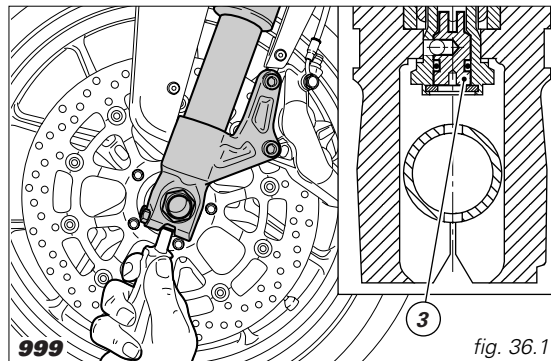
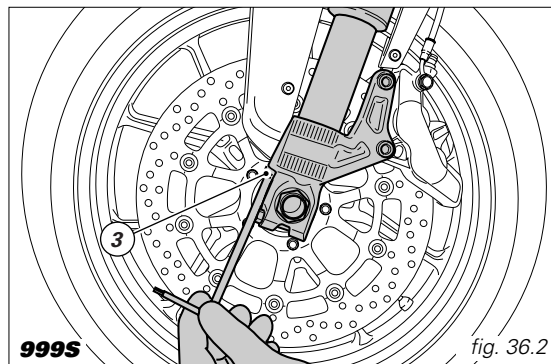

fig. 36.1
fig. 36.2
- 3) para modificar el freno hidráulico en compresión (fig. 36.1 - fig. 36.2) .
Para actuar en el registro (3, fig. 36.1 - fig. 36.2) introducir un destornillador a través del agujero pasante en el perno rueda en correspondencia del eje barra horquilla.